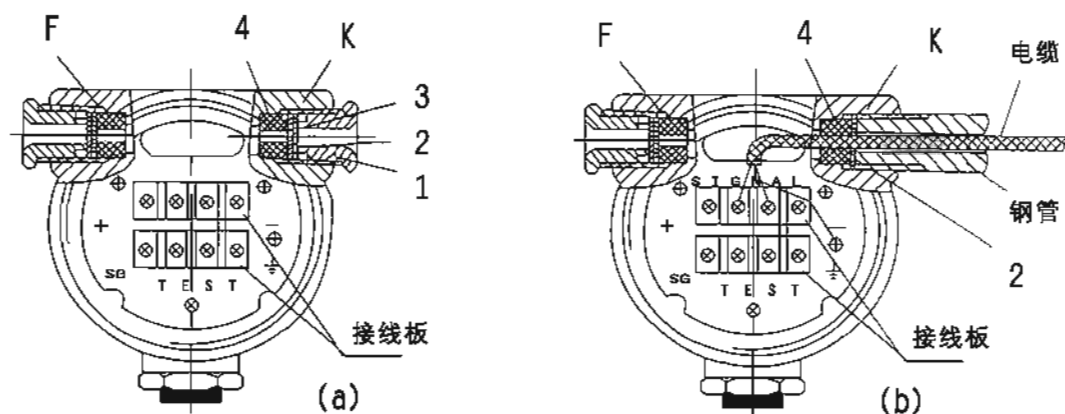

图5-1 电缆接口的密封方法
- c. 在安装隔爆型变送器时, 应保证电缆的引出口有良好的密封, 其方法是: 为了安装方便起见可从第二个电缆接口中选择一个如图 5-1 (a) 的K侧, 松开并取出接头 (1), 然后相继取出大垫圈 (2), 垫片 (3) 和密封衬垫 (4)。将电缆穿入 (4) 和 (2) 的小孔, 并按先后将 (4) 和 (2) 放入电缆接口中 [垫片 (3) 不用了], 密封衬垫要放平, 放到底[见图5-1 (b)], 再将电缆穿过输送电缆的钢管, 并使钢管与变送器的电缆接口直接相连; 如果不用钢管, 用原来的接头 (1) 也可以。电缆接口螺纹G1/2', 深 20mm, 钢管必须拧紧, 以使密封衬垫 (4) 受压后变形, 从而夹紧电缆。电缆连接必须可靠, 与外壳的绝缘电阻不应低于50M $\Omega$ 。电缆采用双钢芯或三铜芯聚氯乙烯绝缘、聚氯乙烯护套电缆, 外径为 $\phi 5.4$ 或 $\phi 5.6$  (AVVR2 $\times 16/0.15$  或 AVVR3 $\times 16/0.15$ ), 本安型必须用三芯线。电缆接到接线板的二个端子时应焊上焊片, 套上套管, 使二端子间绝缘良好 [见图5-1 (b)]。对于另一处F侧的电缆接口, 仍应接出厂时原样保存, 不准拆下其中接头、垫片和密封衬垫。由于现场安装的需要如原来用K侧引出电缆的, 现须改用F侧引出, 则 K 侧密封情况仍须恢复原样, 并须拧紧接头 (1), 以免影响变送器的隔爆性能。